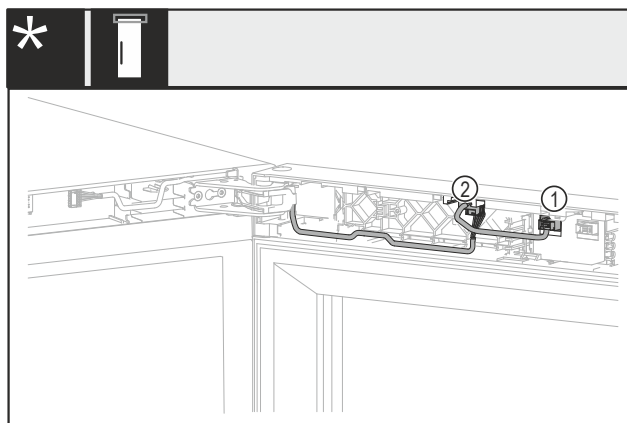

Fig. 18 Bez brave ili s mehaničkom bravom*
- ▶ Izvucite utikač Fig. 18 (1)*
- ▶ Izvucite utikač Fig. 18 (2)*